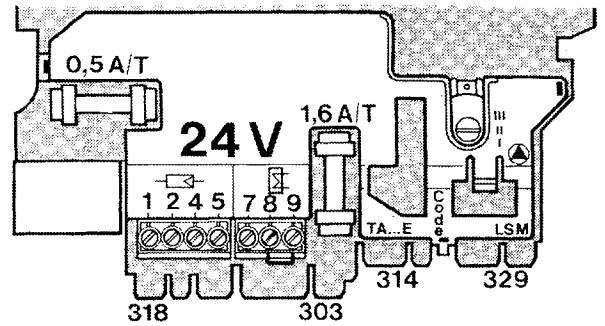

Bild 16
- Kabel in die Kabeldurchführung legen und den Stecker nach Bild 16 aufstecken
- codierten Stecker vom Speicher auf Pos. 303 stecken, s. Bild 16